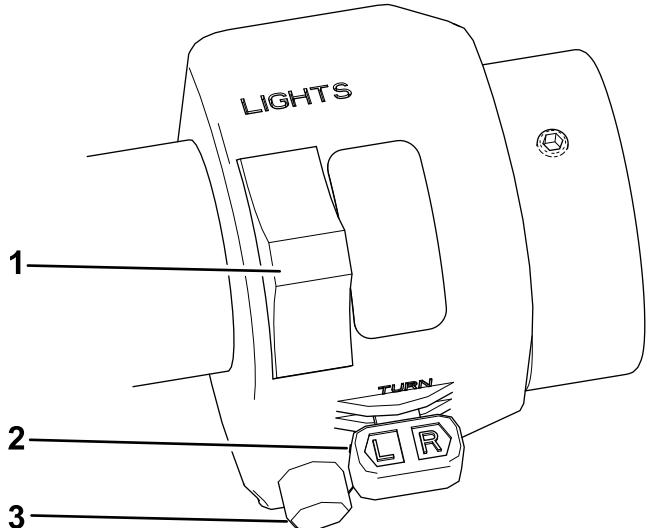

Figura 19
- O **interruptor dos indicadores de direção** opera as luzes dos indicadores de direção do lado esquerdo e direito quando a ignição está na posição Ligada (Figura 19).
- O interruptor dos faróis e dos médios só opera os faróis quando a ignição está na posição On (ligada) (Figura 19).